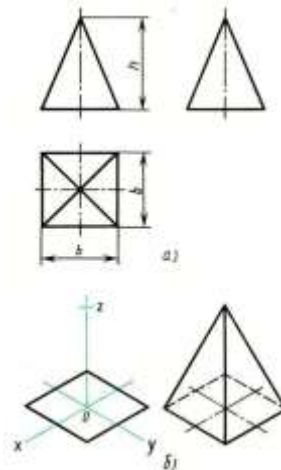

Рисунок 8 Правильная пирамида: а - комплексный чертеж; б - последовательность построения изометрической проекции
**Правильная четырехугольная пирамида.** Квадратное основание пирамиды проецируется на горизонтальную плоскость в натуральную величину. На проекции основания пирамиды диагоналями изображаются боковые ребра, идущие от вершин основания к вершине пирамиды (рис. 8, а). Фронтальная и профильная проекции пирамиды - равнобедренные треугольники.
Построение изометрической проекции пирамиды (рис. 8, б) начинают с основания. Затем из центра полученной фигуры восстанавливают перпендикуляр, откладывают на нем высоту и соединяют полученную точку с вершинами основания.